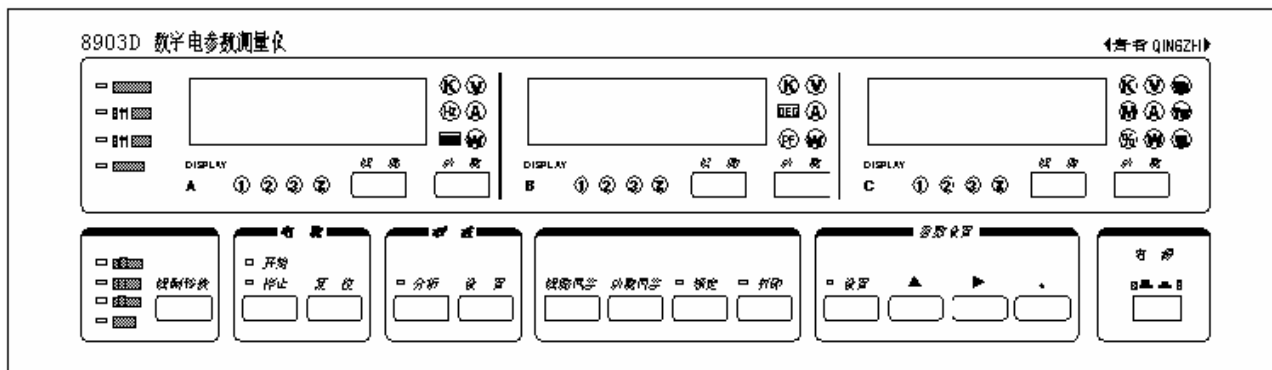

图 1 8903 D 前面板图
1. 8903D 型数字电参数测量仪的前面板图参见图 1。仪器前面板由电源开关部分，显示窗口部分，按键部分，状态指示部分组成。